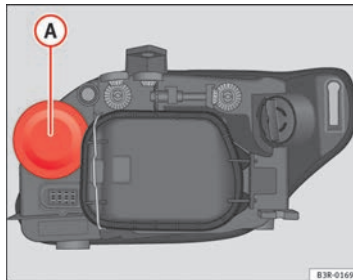

Abb. 194 Fernlicht
- Ziehen Sie die Gummikappe **A** ⇒ Abb. 194 ab.